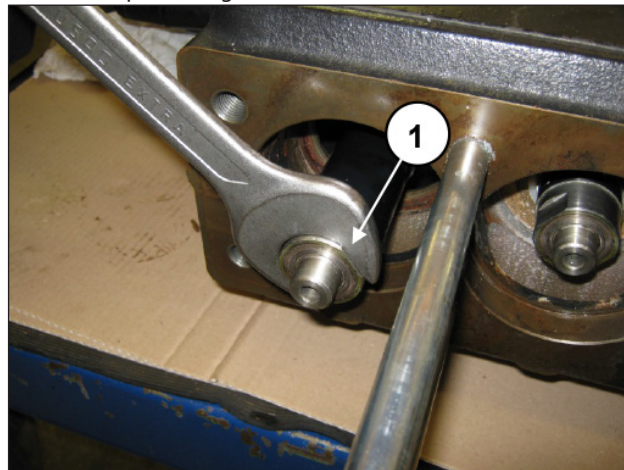

Fig. 124
Desmontar la cabeza y liberar los distanciadores como se indica en la pos. ①, Fig. 124.